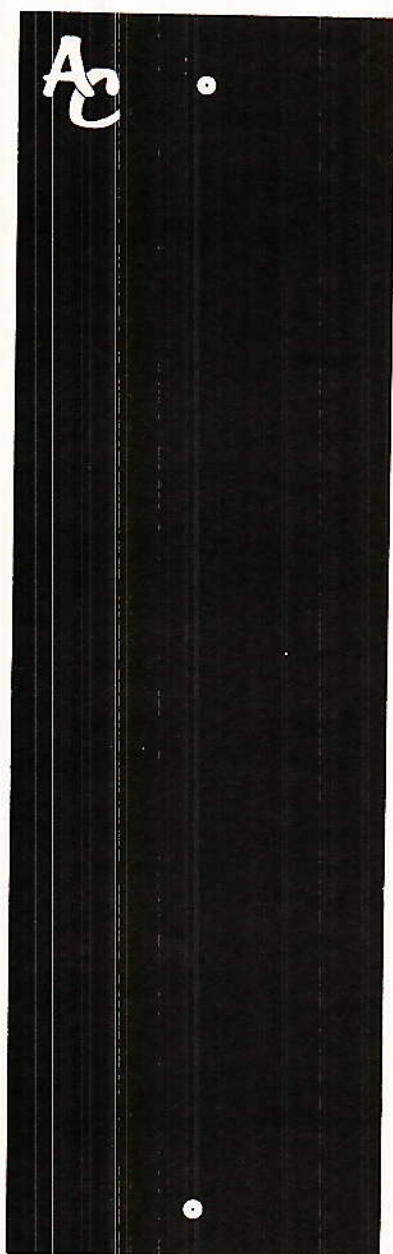

Figure 5 - Face avant Services.
nibles. La première, visible **figure 4**, occupera le logement situé en bout de faders. La seconde (**figure 5**) se placera entre le module ALIM control et le dernier VU.
1) page 93: fig.5/15, le dessin du CI (côté composants), est mal présenté.